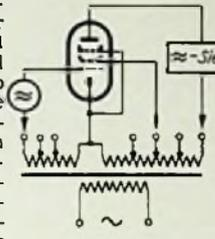

Bild 3. Prinzip der Aussteuerungsprüfer (Klasse 2)
3. Aussteuerungsprüfer, deren Anzeige in erster Linie von der Steuerfähigkeit der Röhre abhängt. Bild 3 läßt erkennen, daß hier zur Gittervorspannung noch eine besondere Signalspannung in Reihe gelegt wird, die im Anodenkreis ausgiebig und gemessen werden kann. Das Ergebnis ist eine willkürliche Größe, die zwar Rückschlüsse auf die relative Steilheit des Prüflings, nicht aber auf ihren tatsächlichen Wert zuläßt. Infolgedessen ist der Nutzen dieser Methode gegenüber der zweiten Klasse kaum größer.
Das Zusatzgerät trägt nach Bild 1 Fassungen für Miniatur-, Noval- und Rimlockröhren. Auf der Unterseite befindet sich ein Stahlröhrensockel, der in die zugehörige Fassung des Hauptgerätes gesteckt wird. Das Gehäuse besteht aus zwei Blechteilen nach Bild 3 und 4, die miteinander verschraubt werden. Die Verdrahtung erfolgt nach Bild 2 am besten durch einen Kabelbaum. Für die Leitungen von der Rimlockfassung zum Stahlröhrensockel ist Litze zu wählen oder eine biegsame Krümmung im Kabelbaum vorzusehen. Alle gleichlautenden Ziffern werden miteinander verbunden.